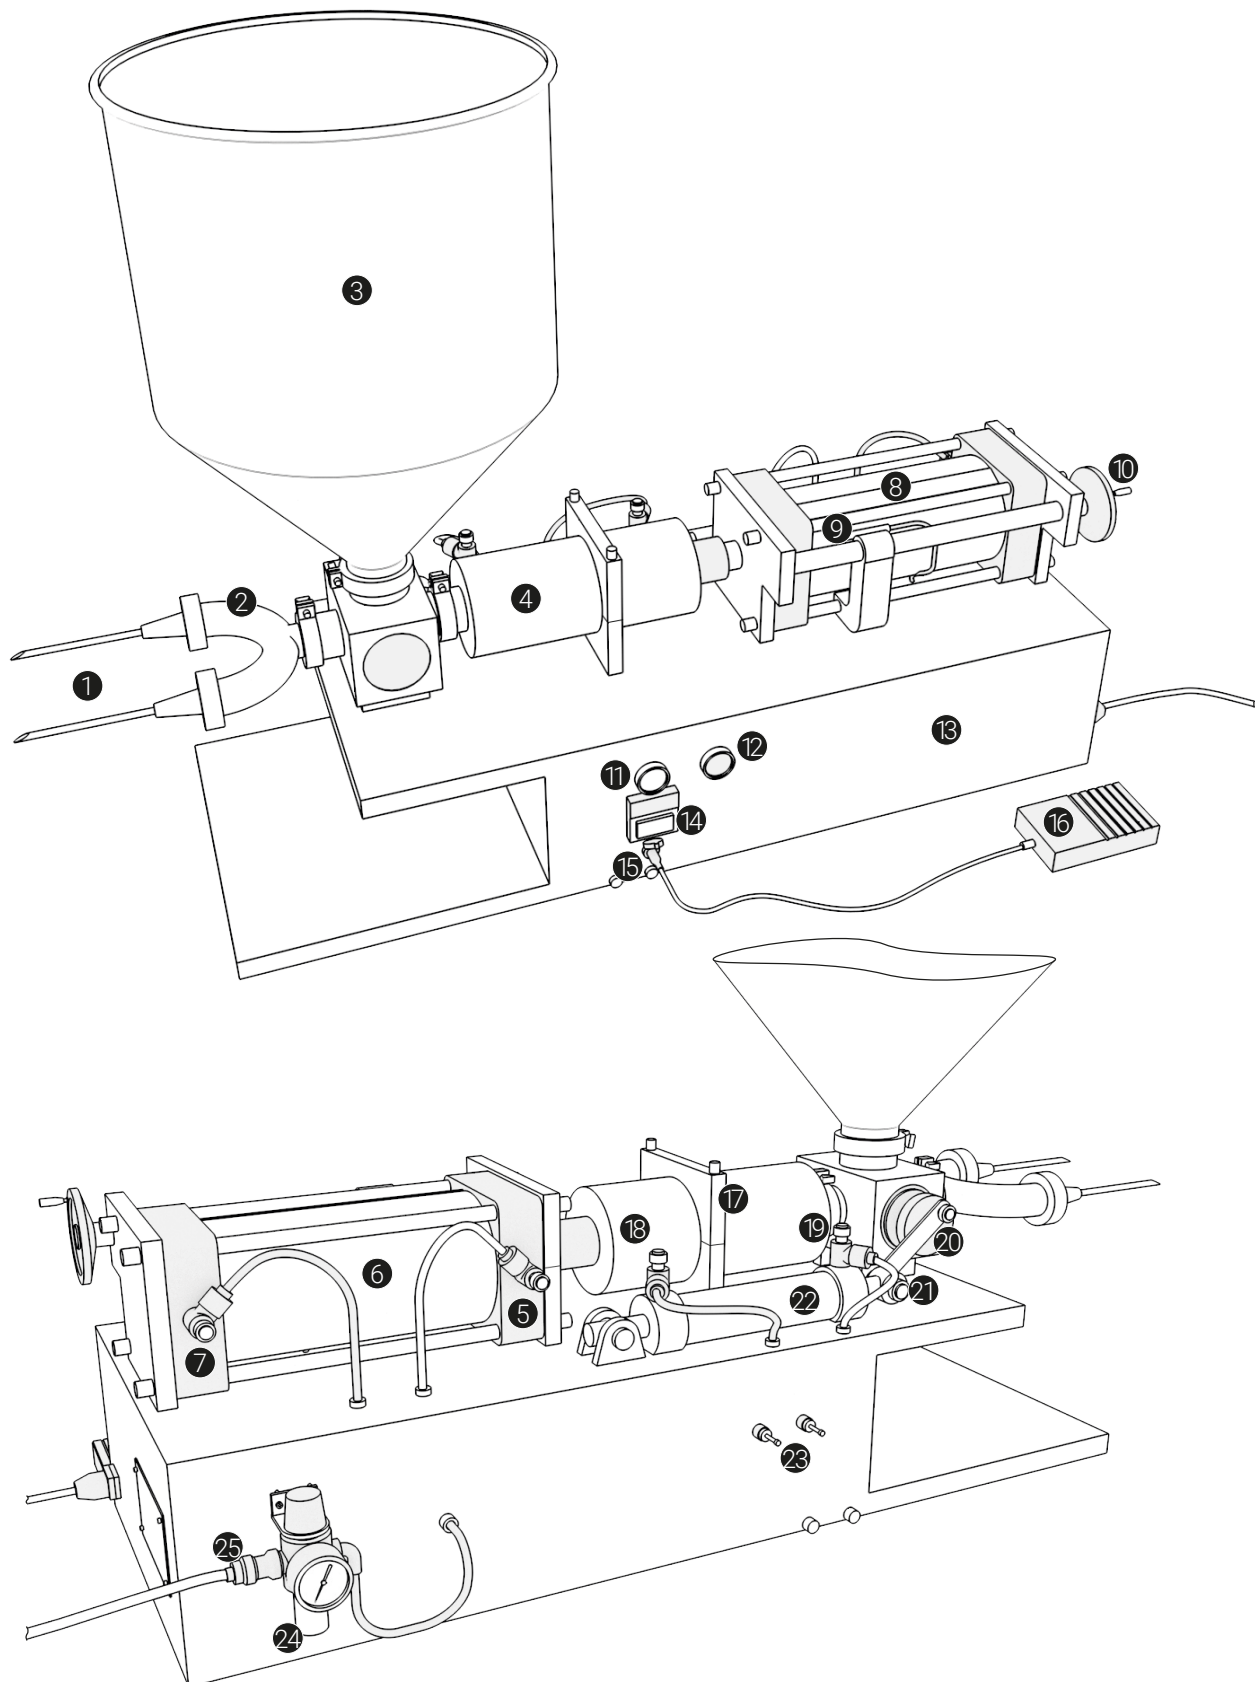

Рис. 5
5.1.1. Шприц-дозатор. Вид общий (рис. 5) может незначительно отличаться в зависимости от модификаций.
5.2.4. Объем дозирования начинки определяется диапазоном хода поршня пневмоцилиндра и объемом установленного гидроцилиндра, настраиваемого путем вращения махового колеса, отвечающего за перемещения датчика положения поршня пневмоцилиндра, который подает сигнал на закрытие пневмолинии при приближении к нему поршня пневмоцилиндра. Для удобства регулирования перемещения поршня пневмоцилиндра (объема дозирования) предусмотрена мерная шкала (рис. 5, поз. 8). Также объем дозирования может изменяться заменой гидроци-